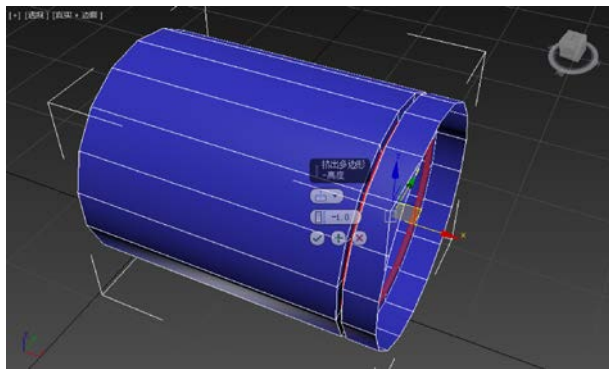

图 3-1-6 挤出
STEP 06 右击，在弹出的快捷菜单中单击【挤出】命令左侧的按钮，单击【多边形】下拉按钮，选择【局部法线】选项，设置【挤出多边形-高度】为【-1.0】，单击【确定】按钮，如图 3-1-6 所示。